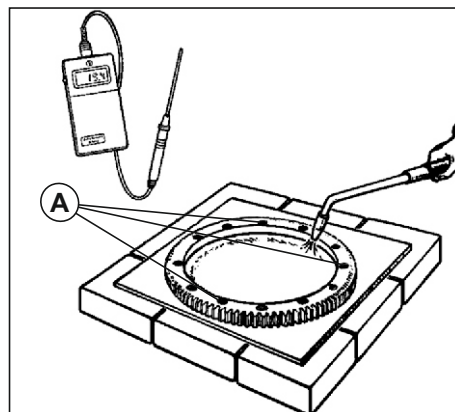

Рис. 41. Контроль нагрева маховика.
3. Проверить температуру в 3 точках (А) (см. Рис. 41).